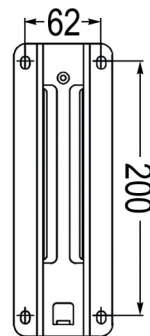

Bild 1
3. Nehmen Sie die Halterung als Schablone und kennzeichnen Sie damit die Positionen der Schrauben. Bohren Sie den Positionsmarkierungen entsprechend Löcher in die Wand. (Abbildung 1)